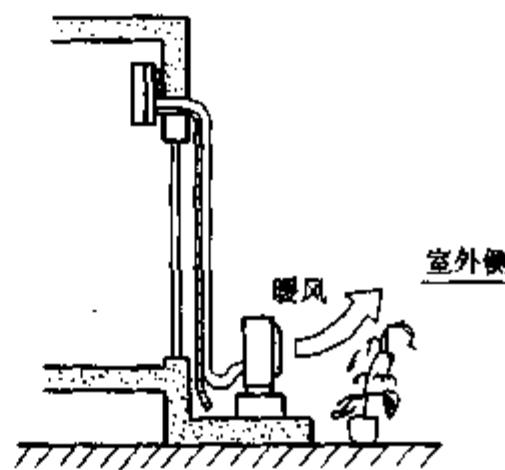

图 7-11 室外机组出风口
(4) 安装的场所避免使室外机组吹出的风和噪音影响近邻。从室外机组吹出的风暖和,直接对着动植物吹,会发生不良影响。而且如对着人体吹人也是不舒适的。如图 7-11。
(5) 分体式空调器连接管道的作业根据管道的种类不同,作业方法与使用方法相异,故应注意。见表 7-7。